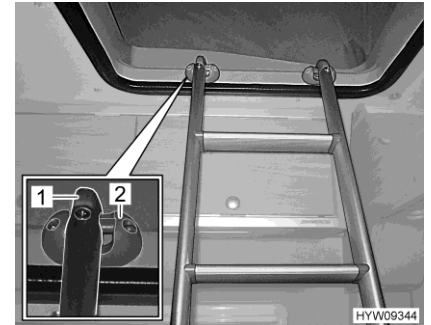

Bild 83 Stege (fasthakad)
- Haka fast stegen med båda byglarna (Bild 83,1) i klämmorna (Bild 83,2) på ramen till det uppfällbara taket.